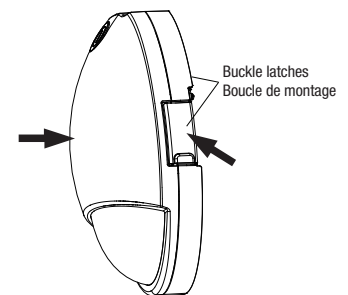

Fig. 1H
10. Close the luminaire by pressing the top of the front housing with one hand at the position, and fixing the buckle latches on both ends with the other hand as shown in Fig. 1H. Make sure that the buckle latches are properly snapped.
10. Fermez le luminaire en appuyant d'une main sur le haut du boîtier avant et en fixant les loquets à boucle aux deux extrémités avec l'autre main, comme illustré à la Fig. 1H. S'assurer que les loquets à boucle sont parfaitement engagées.